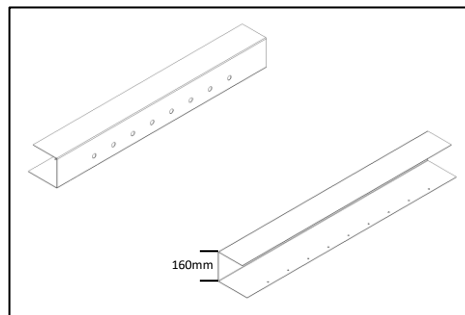

Bild 2
2. Dabei müssen 2 Zargen (längere Zargen mit Bohrlöchern für Rohre – **Bild 2**) auf der Dachkonstruktion befestigt werden. Die Anzahl der Befestigungen hängt von der Nenngröße ab.